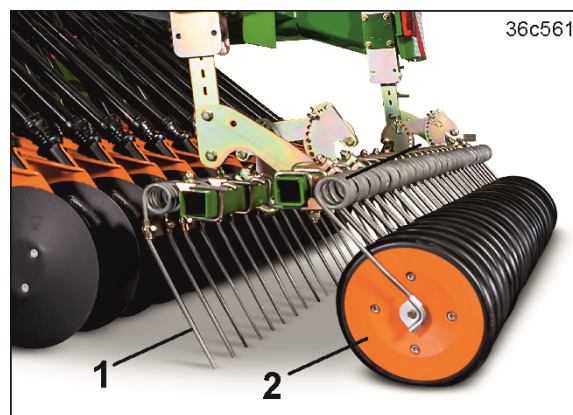

Fig. 88
- dinți de tip țesală (Fig. 88/1)
- role de tasare (Fig. 88/2).